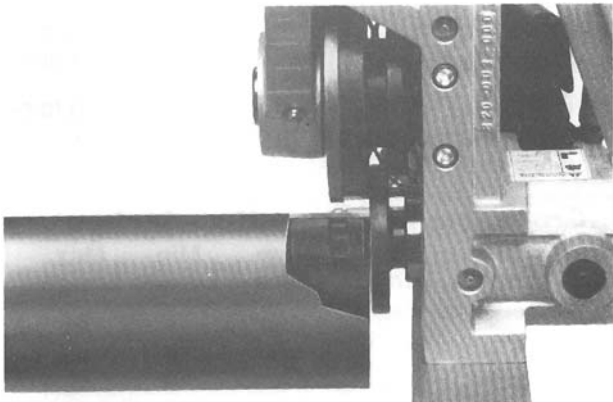

Figure 9 – Vue rapprochée du tuyau contre le rebord du galet d'entraînement
3. Alignez le tuyau et le porte-tubes sur l'axe de la rainureuse à galets en vous assurant que l'extrémité du tuyau se trouve à fleur du rebord du galet d'entraînement (Figure 9).